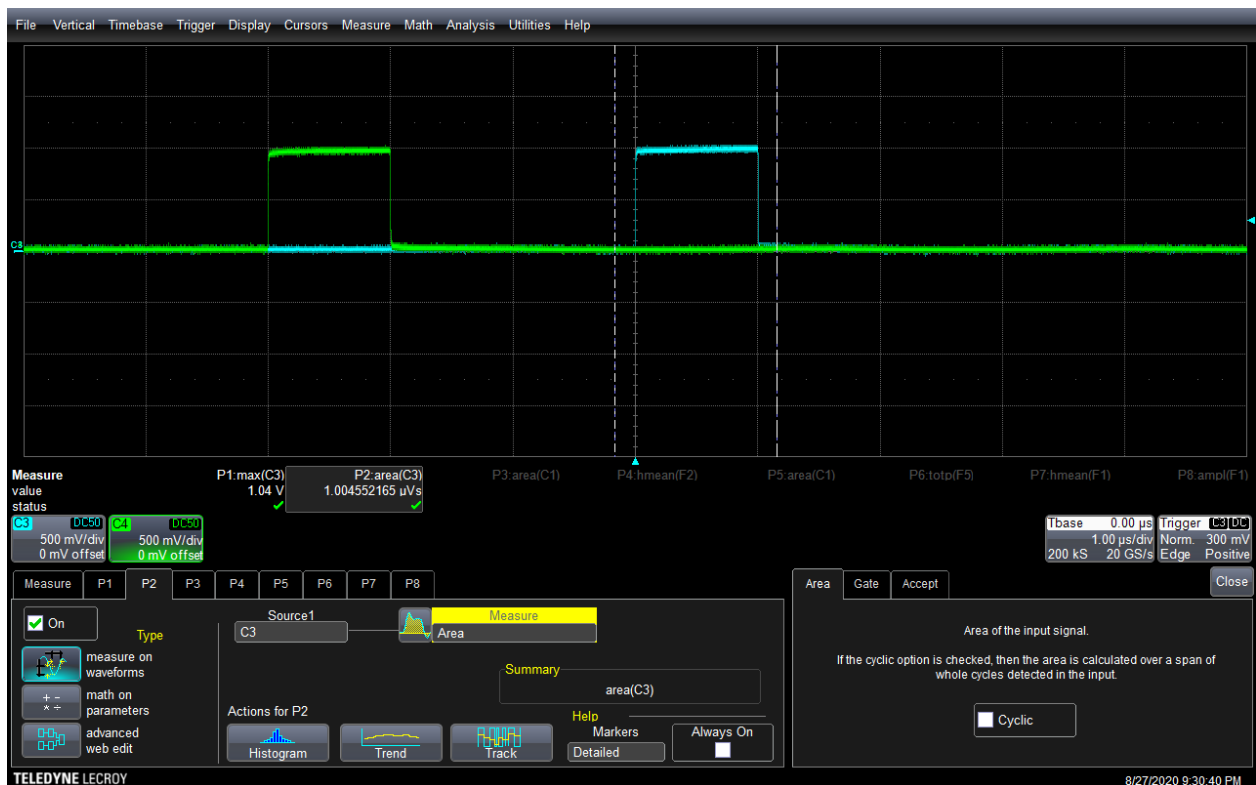

Рис. 14. Работа с осциллографом
5.4. Установить курсоры (белые линии) так, чтобы измеряемый сигнал умещался между ними, аналогично п. 4.5 (Рис. 14)